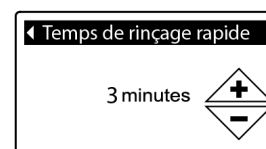

FIG.66
**8d. Temps de rinçage rapide :** Appuyez sur MONTER (▲) ou DESCENDRE (▼) pour modifier le temps de rinçage rapide. Maintenez le bouton enfoncé pour avancer rapidement. Le temps de rinçage rapide peut être réglé de 1 à 30 minutes\* (Figure 66).